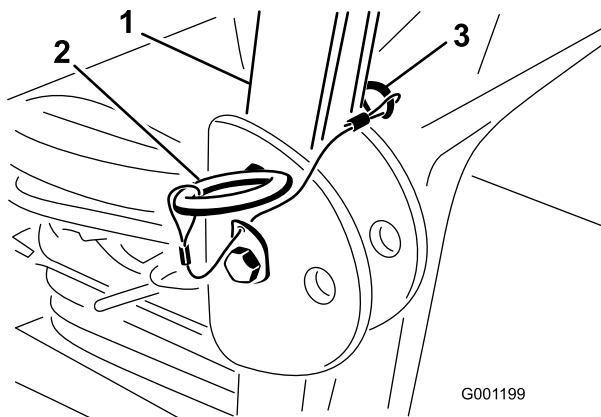

Figura 16
2. Con la barra antivuelco en la posición elevada, retire las chavetas y los 2 pasadores (Figura 16).